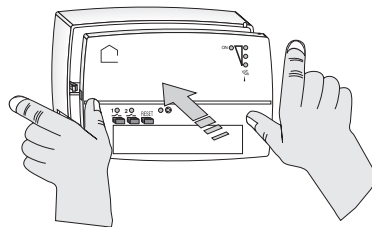
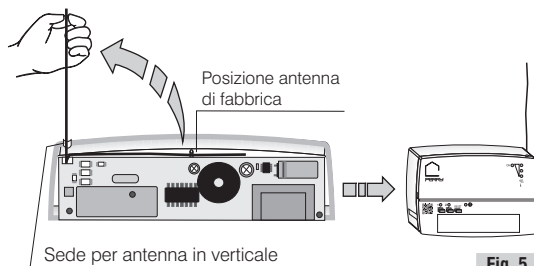

Fig. 4
Fig. 5
- Far passare il filo nel piccolo semiforo appositamente predisposto (fig. 5).
- Richiudere con attenzione il ricevitore (fig. 4 - fig. 5).